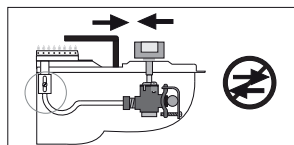

Figura 28
- Deben evitarse los movimientos laterales en el vástago de la válvula, podrían ocasionarse fugas (Ver figura 28).